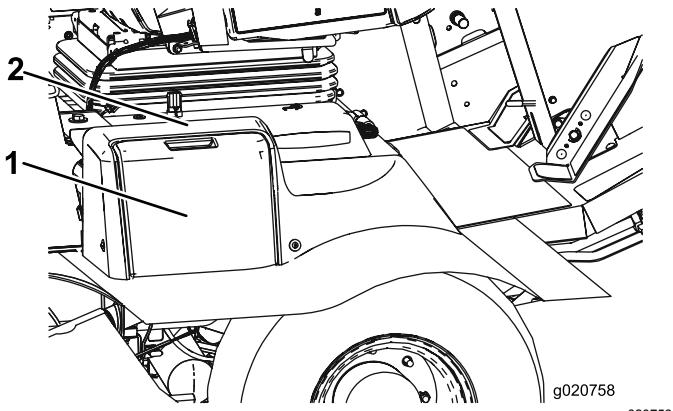

Bild 77
1. Öffnen Sie die Batterieabdeckung an der Seite der Abdeckung (Bild 77).
Hinweis: Üben Sie Druck auf die flache Oberfläche über der Batterieabdeckung aus, um das Entfernen der Abdeckung zu erleichtern (Bild 77).